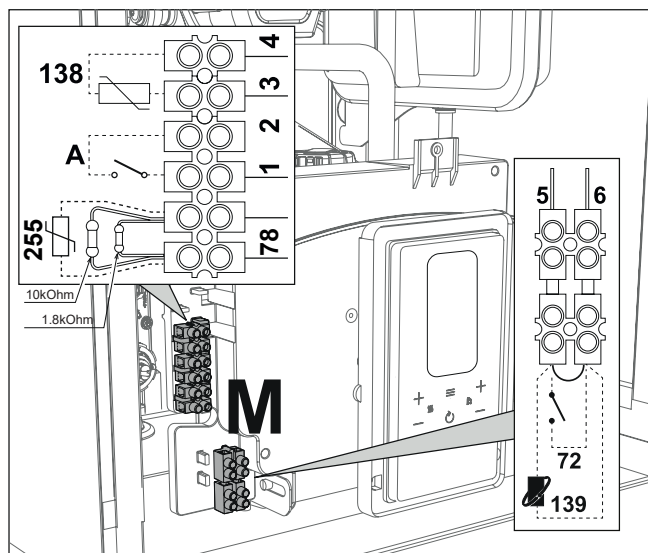

Рис. 29
После снятия передней панели (см. «Открытие передней панели» на стр. 39) можно получить доступ к клеммным колодкам (М) и предохранителю (F), действуя согласно нижеприведенным указаниям (рис. 29 и 30). **Клеммы, указанные на рис. 29, должны иметь чистые контакты (не 230 В).** Расположение зажимов и их назначение показаны также на электрической схеме на рис. 66.
## Конфигурация выключателя ON/OFF (А рис. 29)